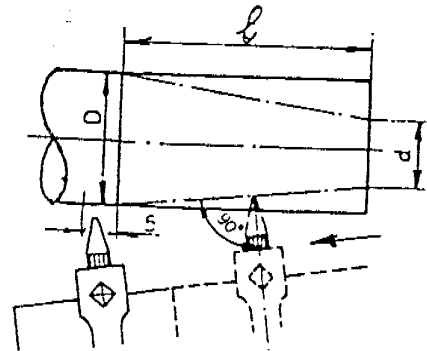

Figura 4
La herramienta tiene que estar rigurosamente a la altura del centro y perpendicular a la generatriz del cono ( Figura 4 ).
- b. Desplace el carro principalmente hacia la izquierda hasta que la punta de la herramienta sobrepase 5mm, aproximadamente, a la longitud del cono ( Figura 4 ).